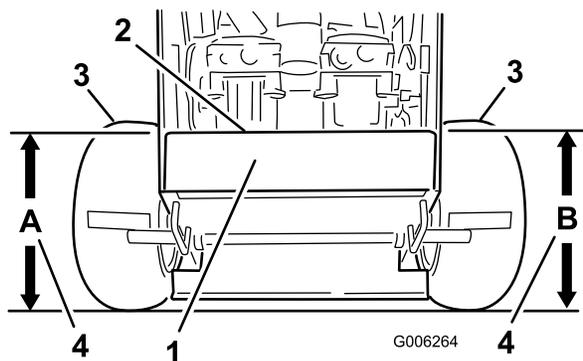

Figura 55
- Mida la altura de la carcasa del motor en la posición **A** (Figura 55).
- Mida la altura de la carcasa del motor en la posición **B** (Figura 55).